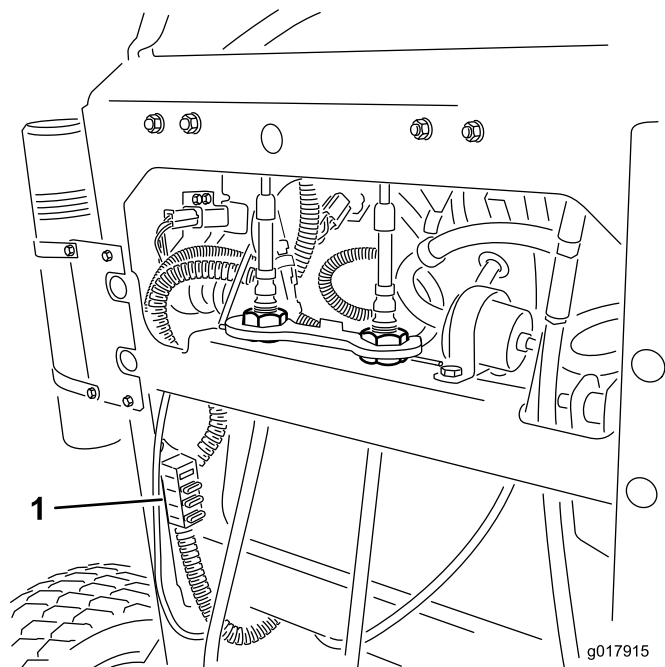

Figure 53
- Tirez le fusible pour le sortir ou le remplacer (Figure 53).
**Remarque:** Veillez à utiliser un fusible du bon calibre Figure 53.